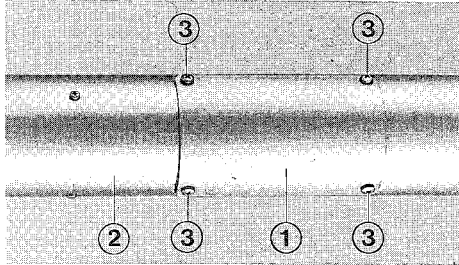
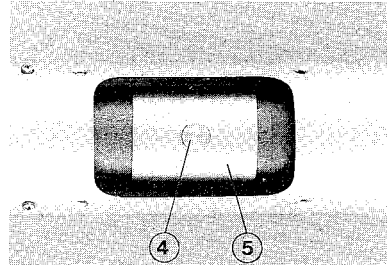

Bild 17
Bild 18
- 4 Schrauben (3) lösen – Bild 17
- Deckel (1) abnehmen
- Frischluftrrohr optisch überprüfen – Bild 18